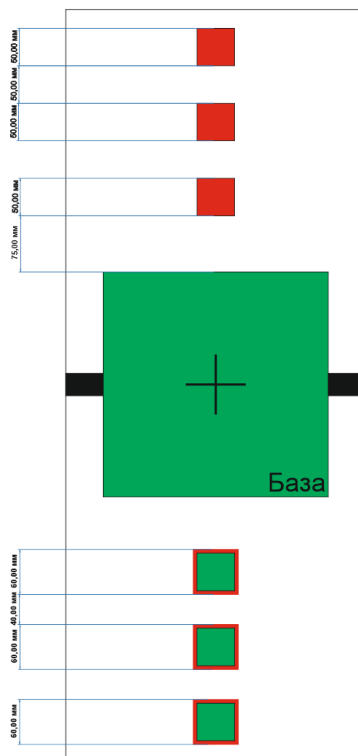

Рис. 34
10.5. Макет поля со всеми размерами (Рис. 34)